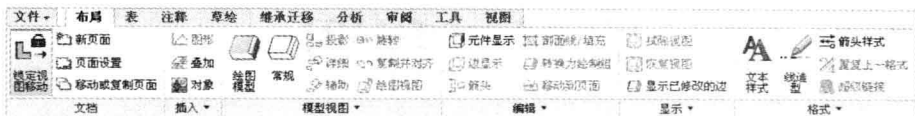

图 12-2 “布局”选项卡
- “布局”选项卡:主要用来设置绘图模型、模型视图的放置以及视图线型的显示等,如图 12-2 所示。